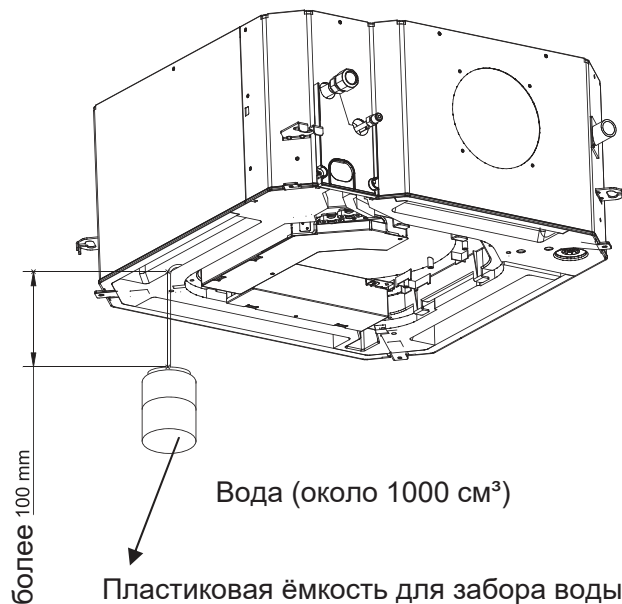

Рис. 14
3. Медленно ввести около 1000 см3 воды в дренажный поддон (рис. 14).